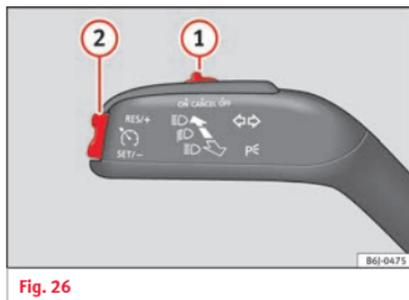

Fig. 26
- Collegamento del GRA: spostare l'interruttore » fig. 26 ① verso **ON**. Il sistema è acceso. Il sistema non effettua la regolazione poiché non è stata programmata alcuna velocità.
- Attivazione del GRA: premere il tasto » fig. 26 ② nella zona **SET/-**. La velocità attuale viene memorizzata e regolata.
- Disattivazione temporanea del GRA: spostare l'interruttore » fig. 26 ① verso **CANCEL** o schiacciare il freno. La regolazione si scollega temporaneamente.
- Collegare nuovamente il GRA: premere il tasto » fig. 26 ② in **RES/+**. La velocità memorizzata verrà salvata e regolata nuovamente.
- Aumentare la velocità programmata durante la regolazione del GRA: premere il tasto ② in **RES/+**. Il veicolo accelera fino a raggiungere la nuova velocità memorizzata.
- Ridurre la velocità programmata durante la regolazione del GRA: premere il tasto ② in **SET/-** per diminuire la velocità di 1 km/h (1 mph). La velocità si riduce fino a raggiungere la nuova velocità memorizzata.
- Disattivazione del GRA: spostare l'interruttore » fig. 26 ① a **OFF**. Il sistema si disattiva e la velocità memorizzata si cancella.